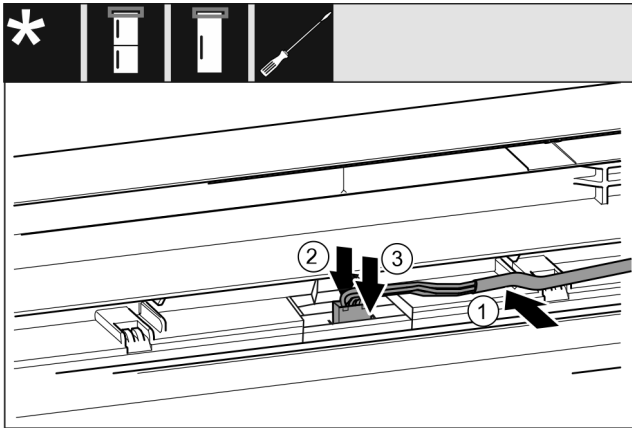

Fig. 58 Kühl-/Gefrierkombinationen / Gefriergeräte / Kühlgeräte
- Kabel Fig. 58 (1) in die Führung in der oberen Tür einlegen.
- Rastnase Fig. 58 (2) nach hinten drücken.
- Stecker Fig. 58 (3) einrasten.